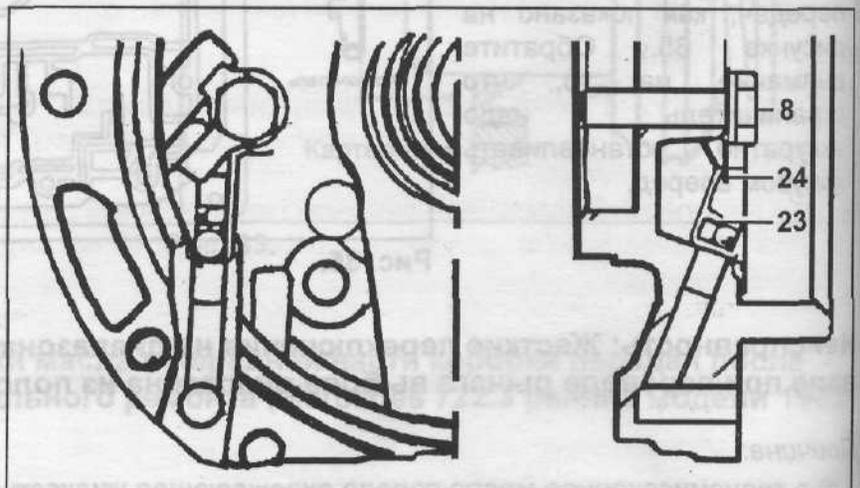

Рис. 37. 8 - Болт крепления основного насоса; 23 - Шариковый клапан; 24 - Стопорная шайба.
Замените шариковый клапан и установите стопорную шайбу (24) (рис. 37).